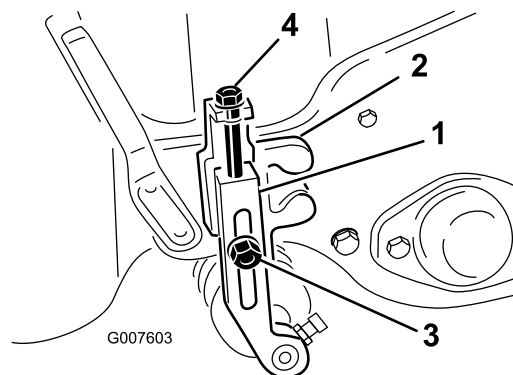

Figura 48
2. Afloje las contratuercas que sujetan los brazos de ajuste de la altura de corte a los soportes de ajuste (Figura 48).